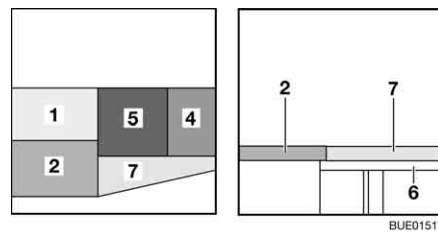

Fig. 128 Después de la transformación
- Colocar el cojín del asiento (Fig. 128,5) en el centro.
- Colocar el cojín del respaldo (Fig. 128,4) entre el cojín del asiento y la pared.
- Enganchar el ensanchamiento de cama (Fig. 128,6) en los alojamientos en los baúles-banco.
- Colocar el cojín adicional (Fig. 128,7) sobre el ensanchamiento de cama.